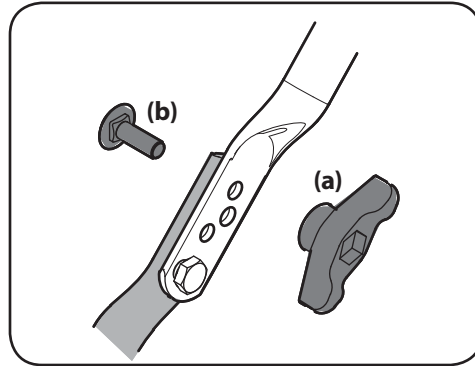

Figure 2-5
4. Pour les modèles dotés d'une poignée ajustable, placez la poignée dans la position désirée, installez les écrous papillon (a) et les boulons de carrosserie (b) dans les trous appropriés et serrez-les. Voir Figure 2-5.